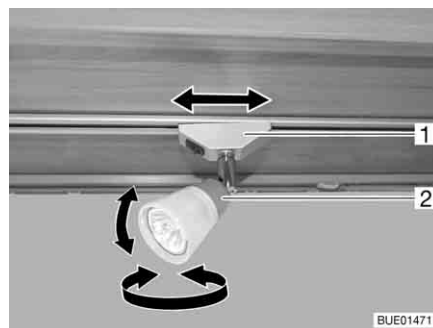

Bild 59 Spotleuchte
**Drehen:** ■ Gehäuse (Bild 59,2) fassen und drehen.
**Verschieben:** ■ Halterung (Bild 59,1) fassen und um ca. 45° drehen.
**Abnehmen:** ■ Halterung (Bild 59,1) fassen und um 90° drehen.